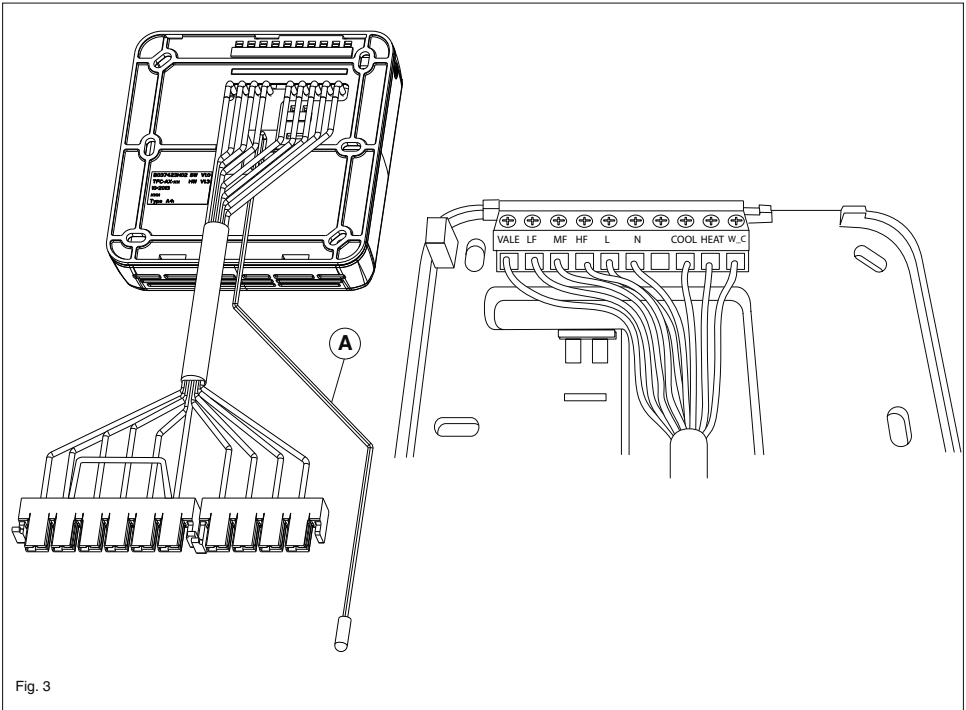

Fig. 3
- Open the electronic control and connect the cable supplied to the corresponding terminal block (fig. 3)
- Öffnen Sie die Steuerung und führen Sie die Verbindung des Kabels mit der vorgesehenen Klemmvorrichtung (siehe Abb. 3).
- Aprire il comando ed effettuare il collegamento del cavo in dotazione alla relativa morsettiere (fig. 3).
- Ouvrir la commande et connecter le câble fourni au bornier correspondant (fig. 3).
- Abrir el mando y conectar el cable suministrado al bloque terminal correspondiente (fig. 3)